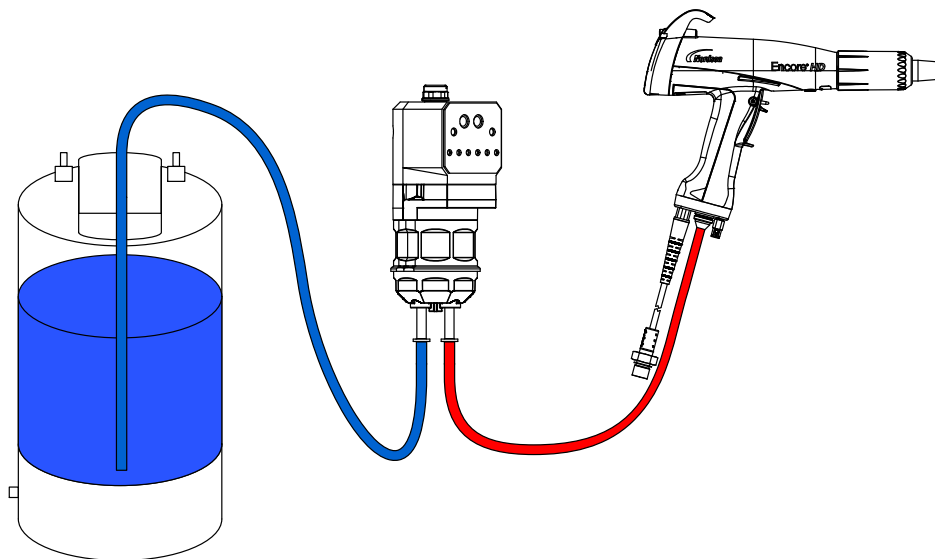

Bild 11 Slanganslutning
1. Anslut sugslangen så som visas i bild 11 på sidan 17.